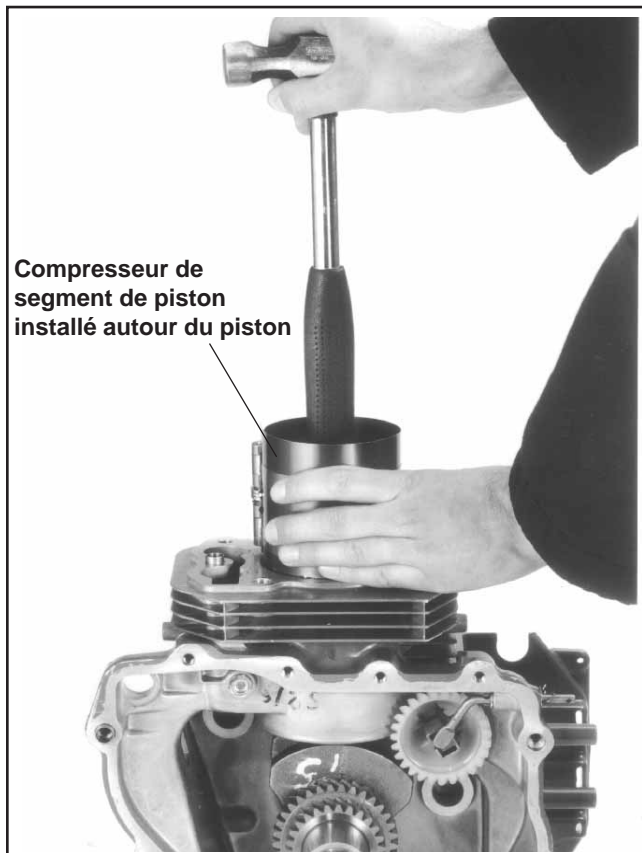

Figure 11-6. Installation du piston et de la bielle.
2. Graisser le trou du cylindre, le piston et les segments avec de l'huile moteur. Comprimer les segments de piston à l'aide d'un outil de compression pour segments. Voir la figure 11-6. Enfoncer le piston à travers le compresseur pour que la bague (en bas) de commande d'huile se trouve juste au-dessus du bord inférieur du compresseur.